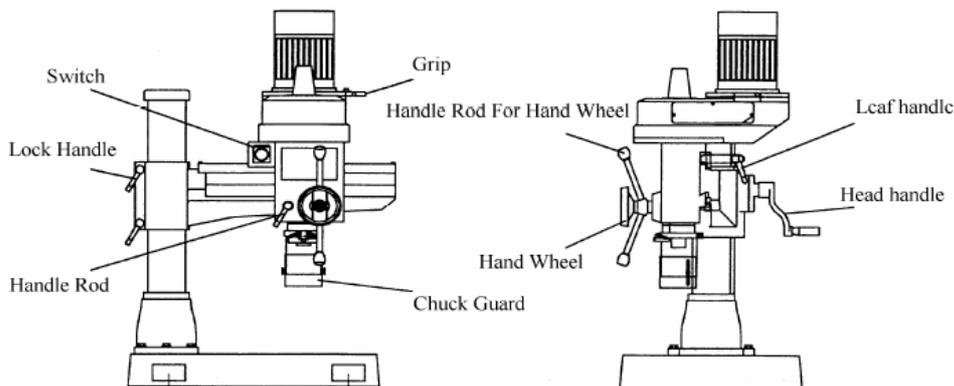

Abb. 1
5. BENUTZUNG DER MASCHINENTEILE (siehe Abb. 1)